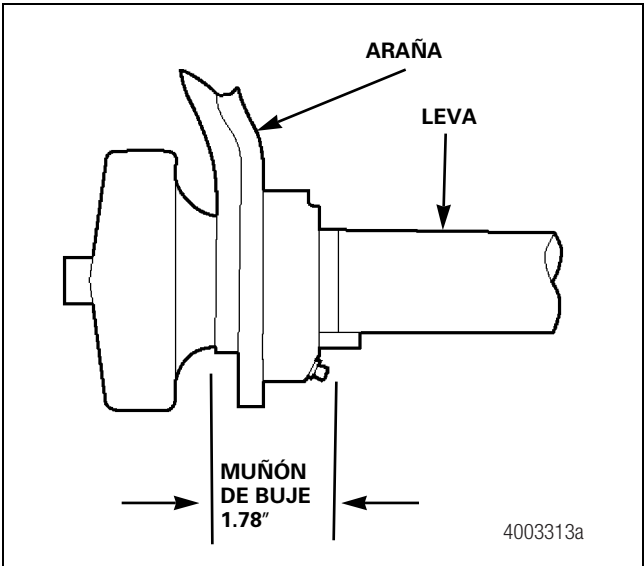

Figura 11.12
- Los ejes de levas con muñones no tratados térmicamente se usan con bujes de casquillo de plástico. Figura 11.12.